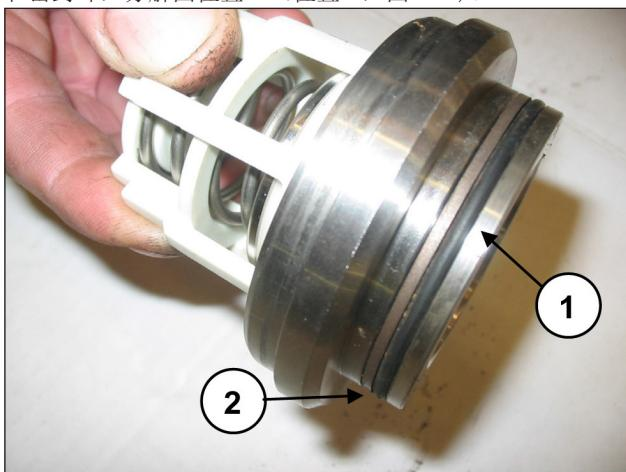

图 119
在排出阀座上安装O形环，分解图位置6（位置①，图 119）和密封环，分解图位置14（位置②，图 119）。